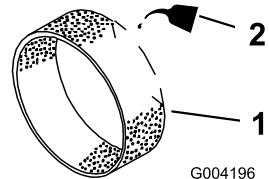

Figura 156
3. Ponga de 3 a 6 cl de aceite en el pre filtro (Figura 156).